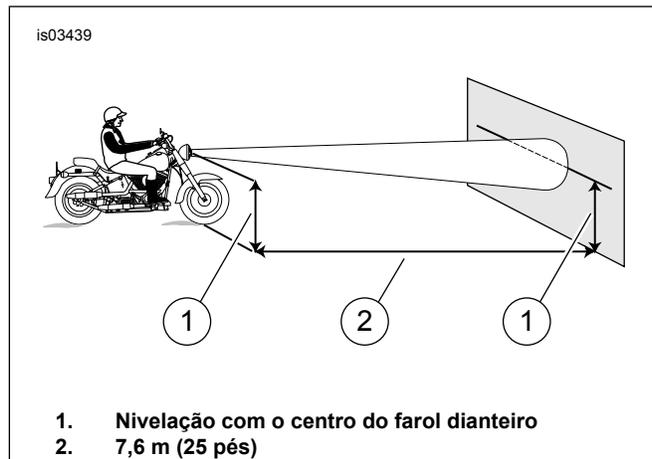

Figura 7. Ajuste do farol dianteiro
3. Veja Figura 7. Posicione a motocicleta a 7,6 m (25 ft) de um painel ou parede. Meça a distância imediatamente abaixo do eixo dianteiro até a base da parede ou painel.